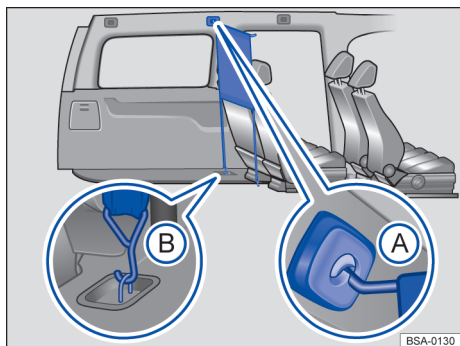

Fig. 151 În spatele celui de-al doilea rând de scaune: perete despărțitor din plasă montat.
1. Agățați peretele despărțitor de plasă în suportul *din stânga față* (autovehicul cu 5 locuri) sau *din centru stânga* (autovehicul cu 7 locuri) din plafon → **fig. 151 A**. Asigurați-vă ca bara transversală să fie trasă în jos, peste poziția superioară.
3. Agățați peretele despărțitor din plasă în inelele de prindere de jos → **fig. 151 B**.